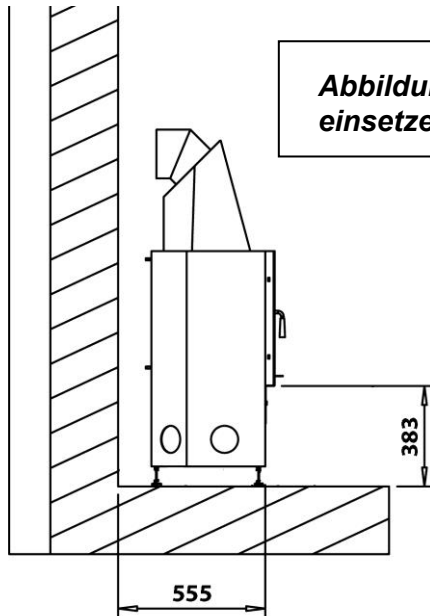

Abbildung: 1 Kamineinsatz einsetzen
3. Richten Sie den Kamineinsatz mithilfe eines SW 13 Maulschlüssels durch Drehen der Verstellfüße auf die richtige Höhe aus. Die ideale Höhe ist in Abb. 1 dargestellt. Zur Überprüfung platzieren Sie den Sockel mit der Sockelplatte (Pos. 1, 2, 4 und Abb. 2, 3, 4). Stellen Sie den Spalt zwischen der Kante der Abdeckung mit dem Luftregler am Kamineinsatz und dem Sockel mithilfe der Verstellfüße so ein, dass ein Spalt (Fuge) von 1 bis 2 mm entsteht. **ACHTUNG:** Die Gesamthöhe ändert sich beim Verkleben nur minimal. Sie können den Kamineinsatz jedoch mithilfe der Verstellfüße auf die gewünschte Höhe einstellen.
4. Darüber hinaus muss der Abstand zur Wand auf das richtige Maß eingestellt werden (siehe Abbildung 1).